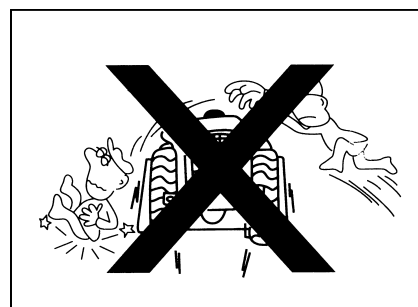

Рис.1-27
- Категорически запрещается вскочить или спрыгнуть. Подъем на погрузчик и опускание из погрузчика не допускаются при движении погрузчика(рис. 1-27).